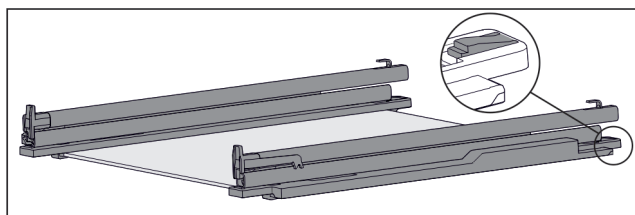

Fig. 127 Skleněná deska s kolejničkami a přídržnými díly
- ▶ Přídržný díl vzadu stlačte dolů (viz Fig. 127) a současně zasuňte kolejničku dozadu.